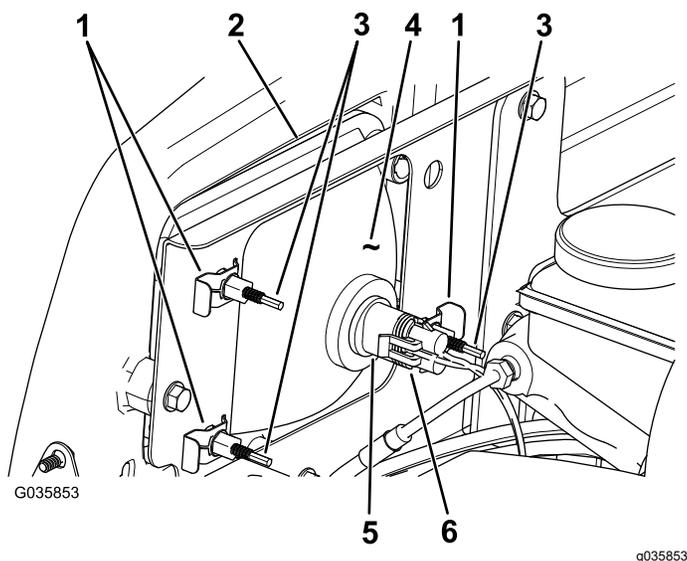

Рисунок 44
3. Отсоедините электрический соединитель жгута проводов от соединителя лампы в сборе (Рисунок 44).
- Снимите скобы под саморез, которые крепят фару к кронштейну фары (Рисунок 44).
- Снимите фару в сборе, подавая ее вперед сквозь отверстие в переднем бампере (Рисунок 44).
- Вставьте новую лампу через отверстие в бампере (Рисунок 44).
- Подсоедините электрический соединитель жгута к соединителю лампы в сборе (Рисунок 44).
- В задней части узла передней фары поверните регулировочные винты (Рисунок 44), чтобы повернуть фару и изменить положение луча.